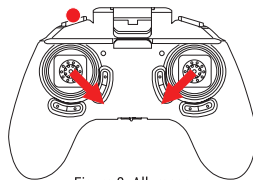

Figure 3: Allumage
- 5. Allumage:** Pour démarrer les moteurs du drone, il suffit d'appuyer sur le bouton d'allumage situé en haut à gauche de la télécommande ou de déplacer simultanément les joysticks en diagonale vers l'intérieur (Figure 3). Les hélices commencent à tourner doucement - le drone est prêt à décoller.
- 6. Décollage:** Pour faire décoller le drone manuellement, orientez doucement le joystick de gauche vers le haut (Figure 3).